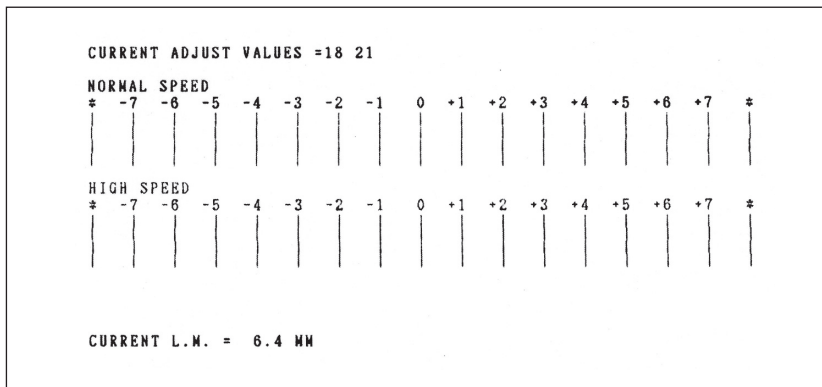

図5-54 罫線調整のための印字パターン
- 4 印字されたパターンから補正量を読み取る（図5-54参照）。例として、上下の罫線が最も一致している位置が+3なら補正量は+3ということになる。
- 5 印刷された調整パターンから現在の下マージンの位置を確認する(図5-54)。